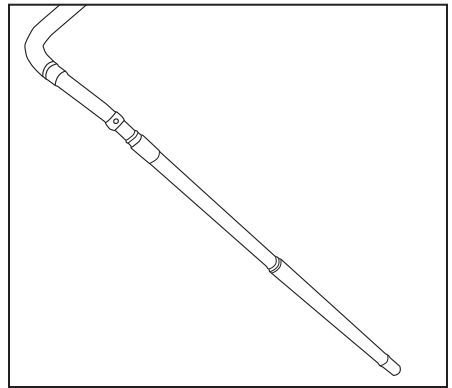

Fig. 4
- Raccordez le tube-rallonge au bout de la poignée courbée du tuyau (Fig. 4).